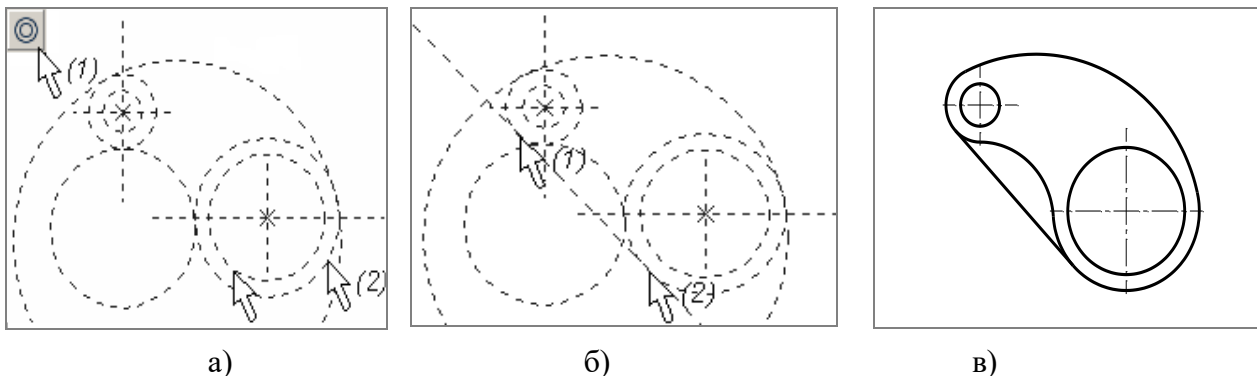

Рисунок 13 – Порядок построения концентрических окружностей, касательной прямой и изображения чертежа
2.3.5 Постройте концентричную окружность. Порядок построения: находясь в команде «», выбрать опцию «», затем указать на окружность (1) (рисунок 13а). В окне свойств элемента построения, задать разность радиусов окружностей, равную – 15 мм. Построения для другой окружности аналогичны.
2.3.6 Постройте касательную прямую. Порядок построения: вызвать команду «». Аналогично построению касательных окружностей, располагая курсор в указанных местах поля чертежа, выбрать сначала окружность (1) (рисунок 13б), затем окружность (2).
2.3.7 Создайте изображение чертежа. Порядок построения: вызвать команду «» и вычертить контур основной линией (рисунок 13в). Для нанесения осевых линий воспользоваться командой «» («Чертеж|Оси»).